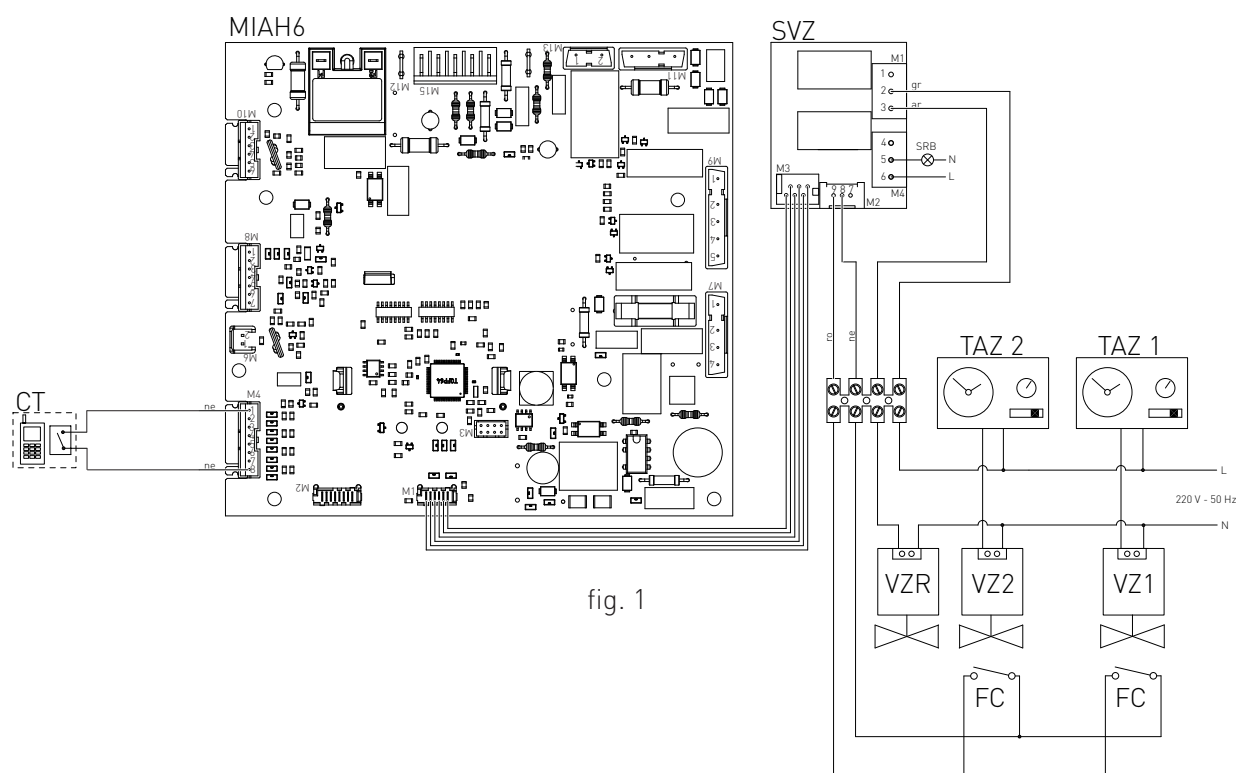

fig. 1
> una volta rimosso il carter effettuare i seguenti collegamenti sulla scheda elettronica (vedi fig. 1).
- › Per tutti i tratti orizzontali dei condotti di scarico e di aspirazione aria, è consigliabile prevedere una pendenza in salita (verso la caldaia) minima del 2% (vedi fig.1) in modo da evitare l'ingresso di acqua piovana, polvere o oggetti estranei all'interno del condotto.
Per questo tipo di caldaia sono disponibili le seguenti configurazioni di scarico dei fumi: B22, C12, C32, C42, C52, C62, C82 e C92 (vedi Fig. 1).